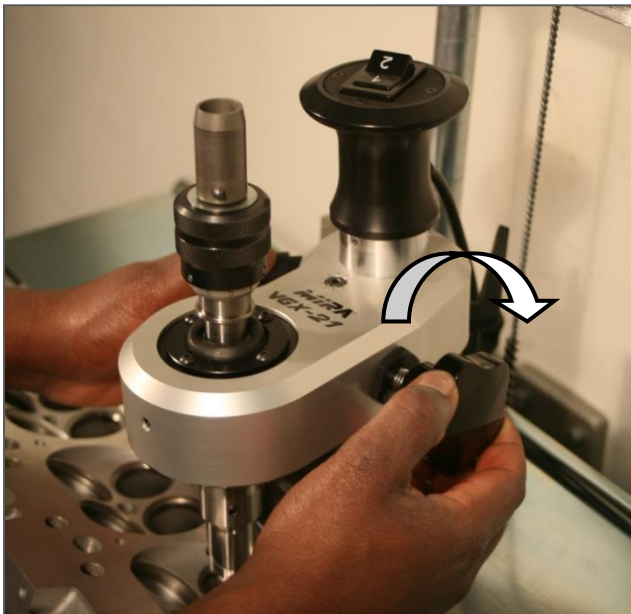

Fig. 23
19. Sostenga el mango firmemente y apriete el tornillo manual hasta que el cojinete del husillo esté bloqueado con firmeza. La guía de husillo será ahora preciso, sólido y seguro. Fig. 23